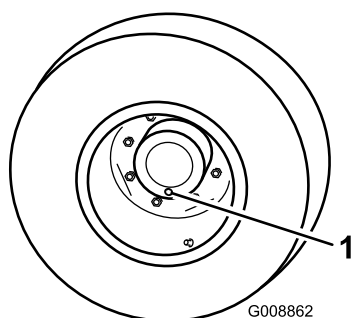

Рисунок 54
1. Установив машину на ровную поверхность, расположите колесо так, чтобы контрольная пробка находилась в самом нижнем положении («6 часов») (Рисунок 54).